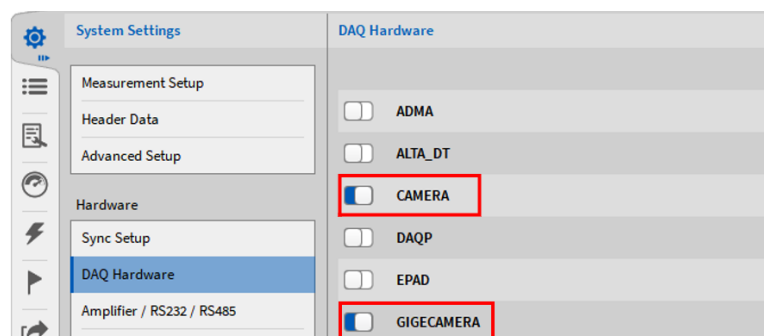

Abb. 8.129: Aktivieren der Kamera und GigE-Kamera Serie in den DAQ Hardware Einstellungen
**Bemerkung:** Wenn eine angeschlossene Kamera nicht in der Kanalliste erscheint, stellen Sie sicher, dass in den *Systemeinstellungen* unter *DAQ Hardware* (siehe Abb. 8.129) *KAMERA* für Webcams und *GIGEKAMERA* für GigE-Kameras aktiviert ist.